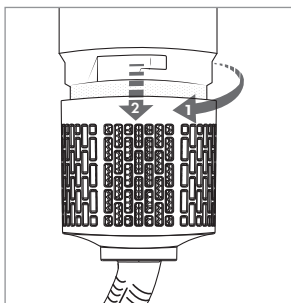

Abb. 9
- Reinigen Sie das Hauptgerät ④ ausschließlich mit einem leicht feuchten Tuch. Lassen Sie das Gerät vor der erneuten Benutzung oder vor dem Verstauen vollständig trocknen.
- Entfernen Sie Haare mit den Fingern aus den Aufsätzen ⑦–⑨/⑪–⑫. Legen Sie die Aufsätze ⑦–⑨/⑪–⑫ zur Reinigung in lauwarmes Wasser. Sie können milde Reinigungsmittel verwenden, spülen Sie dann gründlich mit Wasser nach. Lassen Sie die Aufsätze ⑦–⑨/⑪–⑫ vollständig trocknen, bevor Sie sie wieder auf das Gerät setzen.
- Um den Lufteinlass zu reinigen, drehen Sie das Lufteinlassgitter ⑤ gegen den Uhrzeigersinn und lösen es vom Gerätegehäuse (s. Abb. 9). Verwenden Sie ein trockenes Tuch oder einen weichen Pinsel oder Bürste, um den Staub vom darunter liegenden Filtergewebe zu entfernen, bis es von allen Rückständen vollständig befreit ist. Befestigen Sie anschließend das Lufteinlassgitter ⑤ wieder am Gerätegehäuse, indem Sie das Lufteinlassgitter ⑤ bis zum Anschlag im Uhrzeigersinn drehen.